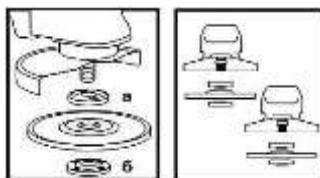

Рисунок 2
4.4 Встановіть на виріб шліфувальний або відрізний круг. Для цього натисніть на кнопку фіксації шпинделя (1) і поверніть його до такого положення, при якому він зафіксується. За допомогою виличного ключа з комплекту виробу відверніть і зніміть затисну гайку (6) (дивіться рисунок 2). Встановіть шліфувальний диск на посадкове місце фланцевої шайби (а) (рисунок 2), наживіть рукою затисну гайку на шпиндель і затягніть її ключем з комплекту приладу.